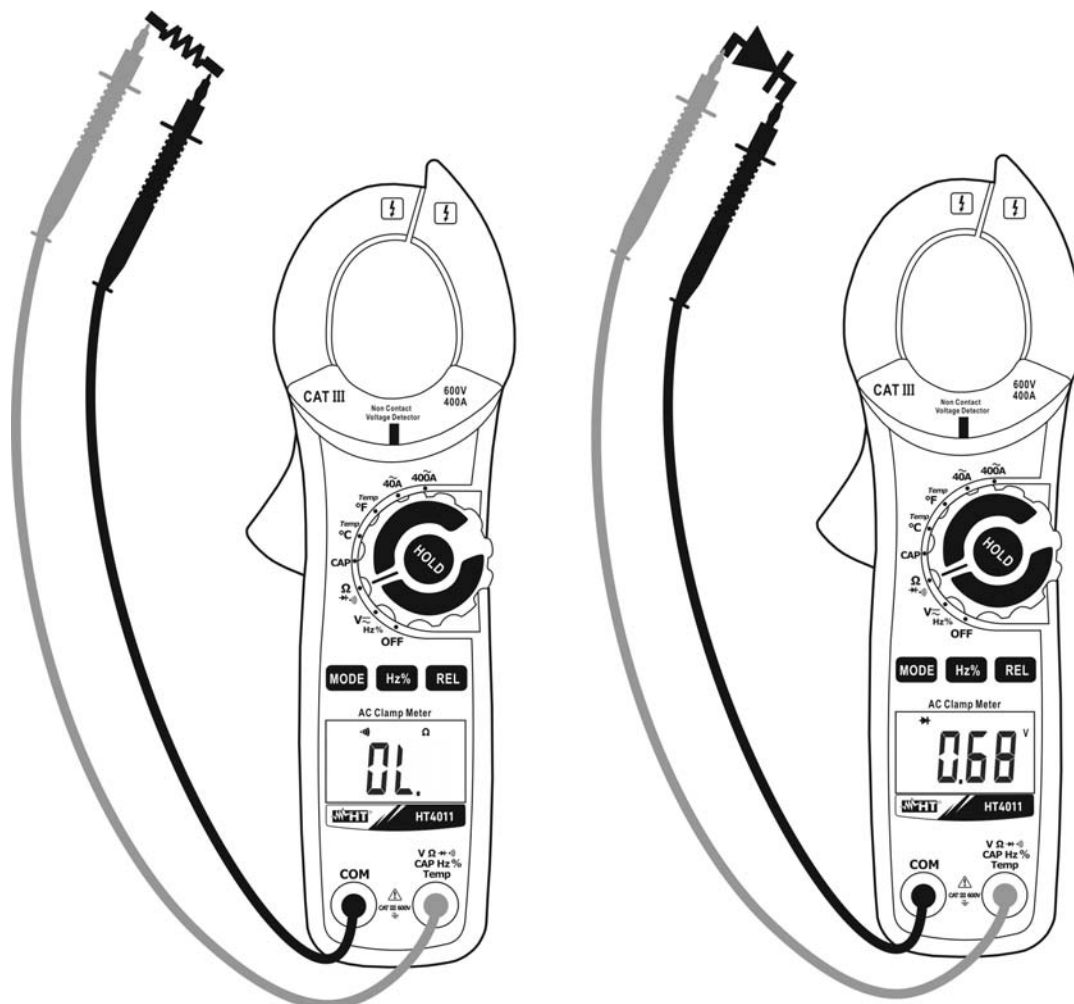

Fig. 7: Uso de la pinza para la prueba de Continuidad y Prueba de Diodos
3. Inserte el cable rojo en el terminal de entrada **VΩ $\rightarrow \text{diode symbol}$ CAP Hz % Temp** y el cable negro en el terminal de entrada **COM** y efectúe la prueba de continuidad sobre el objeto en prueba (vea Fig. 7 – parte izquierda). El indicador acústico emite una señal acústica cuando el valor de la resistencia medida es inferior a aproximadamente 30Ω
5. Conecte la punta roja al ánodo del diodo y la punta negra al cátodo en caso de medida de polarización directa (vea Fig. 7 – parte derecha). Invierta la posición de las puntas de prueba en caso de medida de polarización inversa